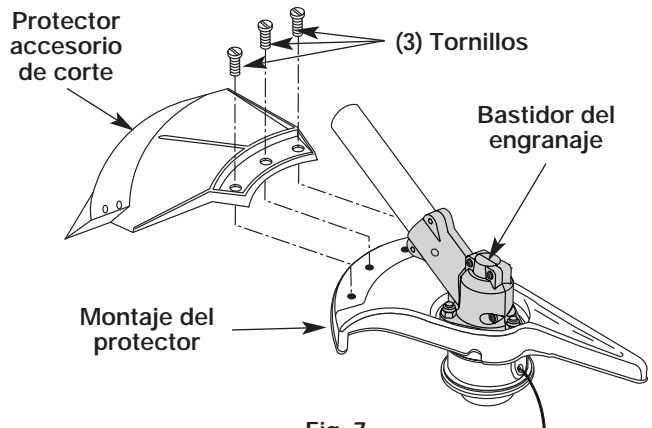

Fig. 7
Saque el protector accesorio de corte del montaje del protector retirando los tres (3) tornillos con un destornillador de vástago plano (Fig. 7). Guarde las piezas para usarlas en el futuro.
Instale el protector accesorio de corte en el montaje del protector insertando tres (3) tornillos en el montaje del protector. Ajuste bien con un destornillador de vástago plano (Fig. 7).